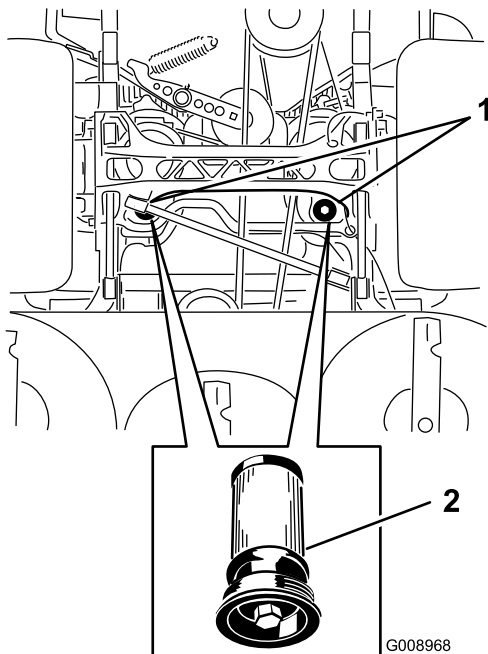

Figura 105
5. Collocate una bacinella di spurgo sotto il filtro, togliete il filtro usato e pulite la superficie (Figura 105).
6. Spalmate uno strato sottile di fluido idraulico sulla guarnizione di gomma del filtro di ricambio (Figura 105).